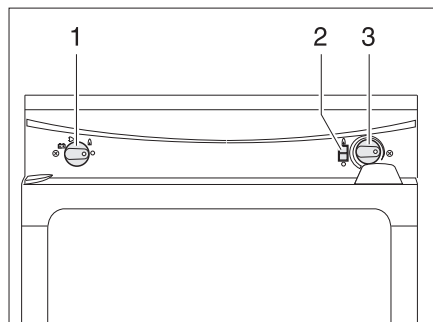

Bild 131 Bedienelemente für den Kühlschrank (Thetford ohne SES)
- Energie-Wahlschalter (Bild 131,1) auf Gas "🔥" stellen.
- Drehregler (Bild 131,3) drücken und gedrückt halten. Die Gaszufuhr ist geöffnet. Der Zündvorgang erfolgt automatisch. Ein tickendes Geräusch ist hörbar, bis Zündvorgang erfolgreich abgeschlossen ist.
- Drehregler (Bild 131,3) gedrückt halten, bis der Flammenanzeiger (Bild 131,2) grün wird, dann loslassen. Falls die Flamme erlischt, wiederholt das Zündgerät automatisch den Zündvorgang.
- Energie-Wahlschalter (Bild 131,1) auf "○" stellen. Der Kühlschrank ist abgeschaltet.
- Energie-Wahlschalter (Bild 131,1) auf 230-V-Betrieb "⚡" stellen.
- Kühltemperatur mit dem Drehregler (Bild 131,3) einstellen.
- Energie-Wahlschalter (Bild 131,1) auf 12-V-Betrieb "🔋" stellen.